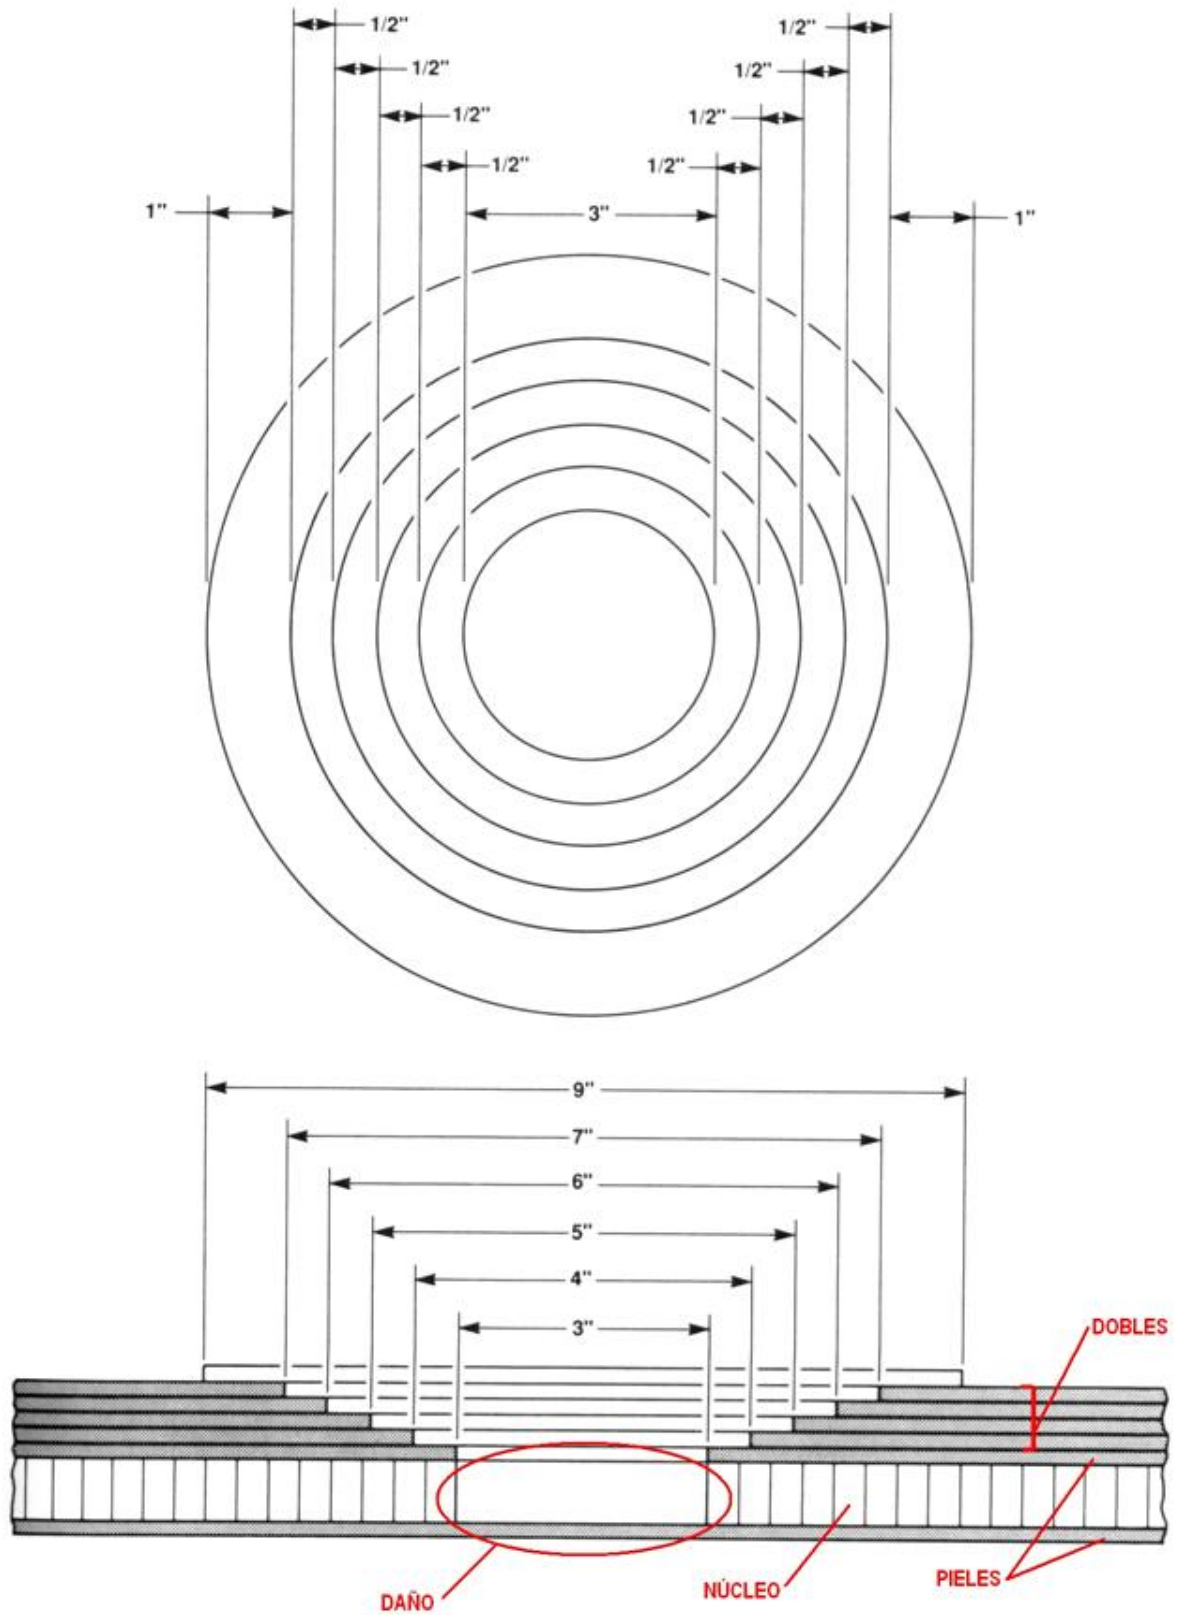

Figura 2.17. Ejemplo de reparación – el tamaño total de la reparación sería 9" de diámetro.
- Si un parche externo debe ser usado extender el radio en una pulgada. Colocar cinta masquin a lo largo de las líneas donde la reparación será realizada. La Figura 2.17 indica un ejemplo del daño de la estructura, sobre la piel con núcleo de 3" de diámetro.